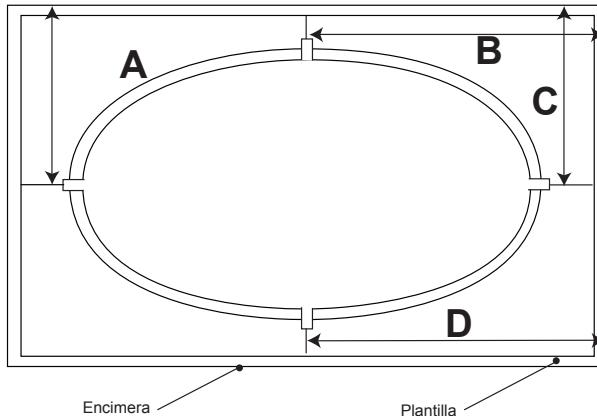

Figura 14 - Medición de distancias
- Mida la distancia desde la pared u otro punto fijo hasta las líneas de centro (Figura 14).